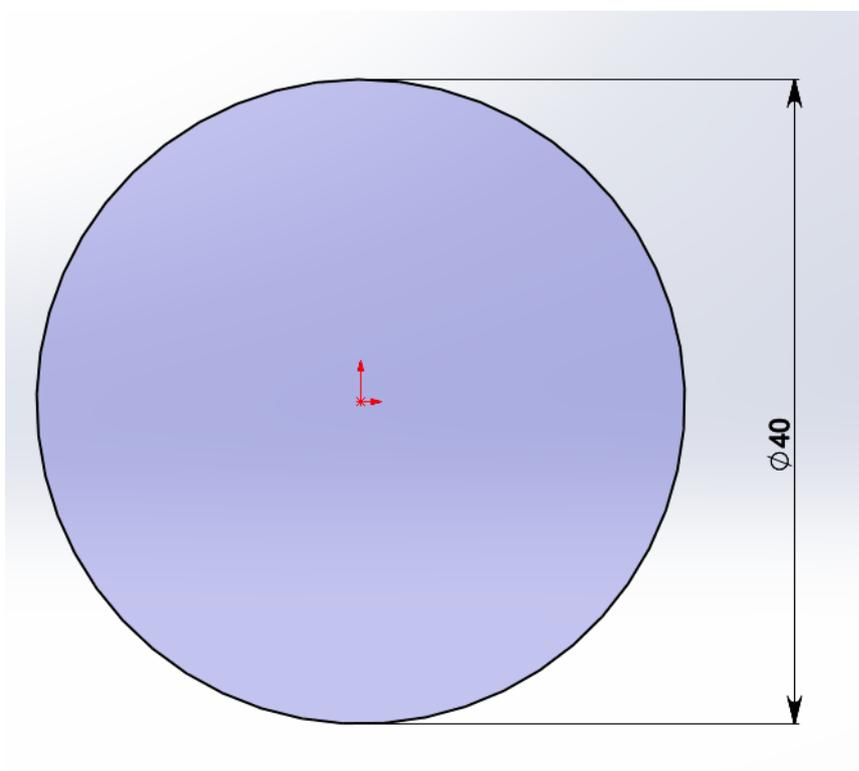

Рис. 4. Построение эскиза
5. Используя инструмент *Эскиз – Окружность* , строим произвольную окружность с центром в начале координат. С помощью *Автоматического нанесения размеров*  фиксируем размеры окружности, используя табличные размеры своего варианта **$B = 12$ мм** (рис. 4).